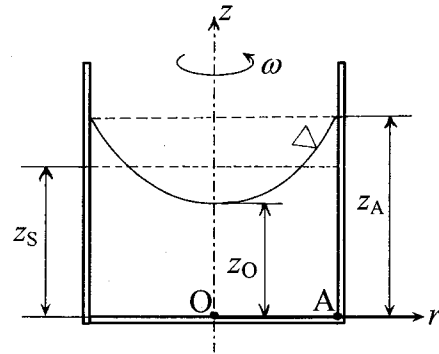

図 2 容器を回転させてから十分な時間経過後の状態
次に、この容器を鉛直の中心軸まわりに一定の角速度 ω [rad/s] で回転させると、水は運動を始め水面形状も変化する。しかしながら、十分な時間経過後には、水は回転容器に対して相対運動を行わない流れ状態 (相対的静止状態) に至り水面は時間的に変化しない一定の曲面形状を示す (図 2)。図 2 の相対的静止状態について、以下の (3) ~ (10) の問いに順番に答えよ (あとに出てくる問いの答えを用いて答えてはいけない)。ただし、図 2 中の r [m] および z [m] は、それぞれ回転容器に固定した半径および軸座標の座標軸 (原点は O) を示す。また、原点 O の真上の水面の高さを z_0 [m] とし、外周端部 A の真上の水面の高さを z_A [m] とする。
- (3) 相対的静止状態にある流体は、静止流体の場合と同様の取り扱いが可能である。このことを利用して、点 O における圧力 p_0 [Pa] を ρ 、 g 、 p_a および z_0 で表せ。さらに、圧力が p_0 の等圧面の形状を水面形状との関係で示せ (例えば、等圧面は水面を \cdots した形状を示すというような表現で)。
- (4) $0 \leq r \leq R$ 、 $z_s \leq z \leq z_A$ で表される円柱部分の体積を V_C [m³] とし、 $0 \leq r \leq R$ 、 $z = z_A$ で表される水平面と水面で囲まれる部分の体積を V_P [m³] としたとき、 V_C と V_P の値は等しいかどうかを理由とともに記せ。
- (5) 水面において半径および軸座標がそれぞれの r 、 z の位置における水の微小要素 (質量 m [kg]) に作用するすべての力について、それらの名称と大きさ (m などの記号を用いて) 並びに方向・向き (半径方向・外向きあるいは内向き、軸方向・上向きあるいは下向き、または水面の法線方向で軸座標の値が増加あるいは減少する向きという表現で) を記せ。ただし、微小要素がそのまわりから受ける圧力による合力の大きさを F_n [N] とし、この力については方向・向きを示すとともに、その大きさを他の力 (の記号) を用いて表せ。
- (6) 水面において半径および軸座標がそれぞれの r 、 z の位置における接線の傾き (半径座標の座標軸とのなす角を α [rad] とし $\tan \alpha$) を r 、 g および ω で表せ。
- (7) 水面の形状の z 座標を z_0 、 r 、 g および ω で表せ。
- (8) z_A を z_0 、 R 、 g および ω で表せ。ただし、 $z_A \leq H$ とする。
- (9) (4) における V_C を z_A 、 z_s および R で表せ。また、 V_P を z_A 、 z_0 、 g および ω で表せ。さらに、 V_P を R 、 g および ω で表せ。
- (10) (4)、(9) の結果を用いて、 z_A を z_s 、 R 、 g および ω で表せ。さらに、 z_0 を z_s 、 R 、 g および ω で表せ。